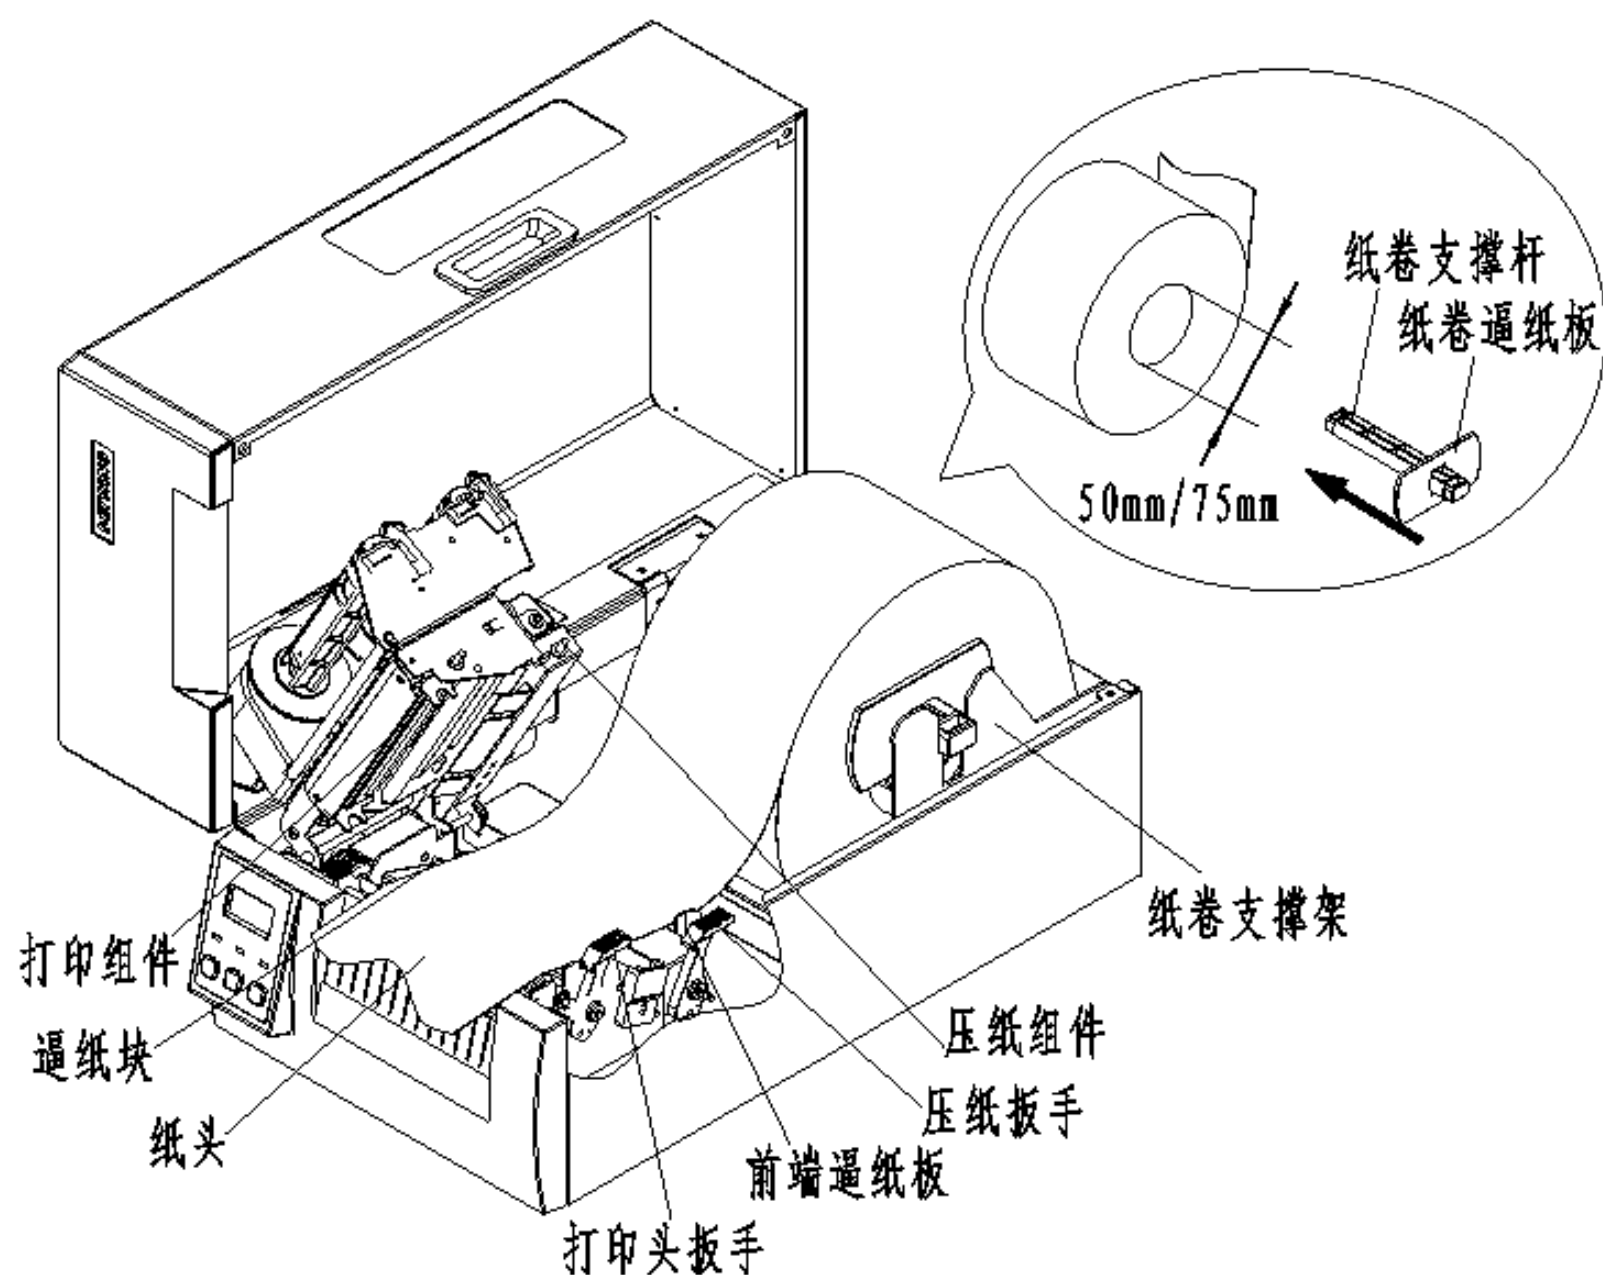

图 5.5-2
- 3) 将纸卷支撑杆放在纸卷支撑架上，使纸卷靠近左支撑架端面后调整纸卷逼纸板，使纸卷距离逼纸板间距不超过1mm（见图5.5-2）；